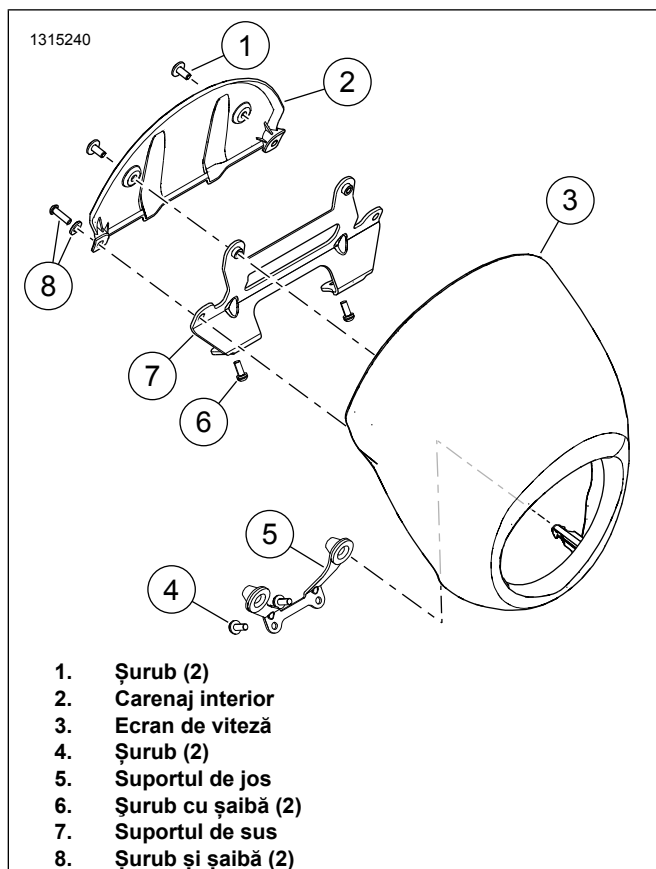

Figura 2. Ecran de protecție FXLRS
1. Consultați Figura 2 . Demontați ecranul de protecție
- a. Scoateți șuruburile și șaibele (8).
- b. Scoateți ecranul de protecție (3) din suportul superior (7).
- c. Scoateți ecranul de protecție din suportul inferior (5) pentru a îndepărta tije din garniturile inelare.
- a. Scoateți șuruburile (1).
- b. Demontați carenajul interior (2).
- a. Scoateți șuruburile (6).
- b. Demontați suportul de sus (7).